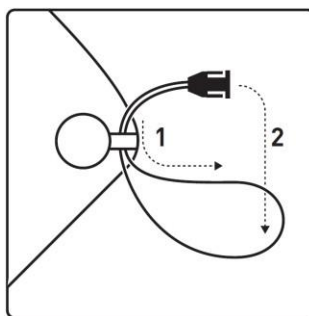

Abb. 13. Anbringen des Tragebandes
Befestigen Sie die beiden Schlaufen des Tragebandes jeweils an den Befestigungs-Ösen (1) des Gerätes und verbinden Sie das Trageband mit den Einstellungs-Clips (2). Stellen Sie die korrekte Länge des Tragebandes entsprechend Ihren Bedürfnissen ein (Abb. 13).